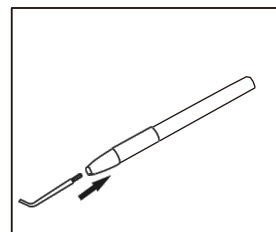

図35
- 5) 歯用プローブをハンドピースに挿入します。（図35）